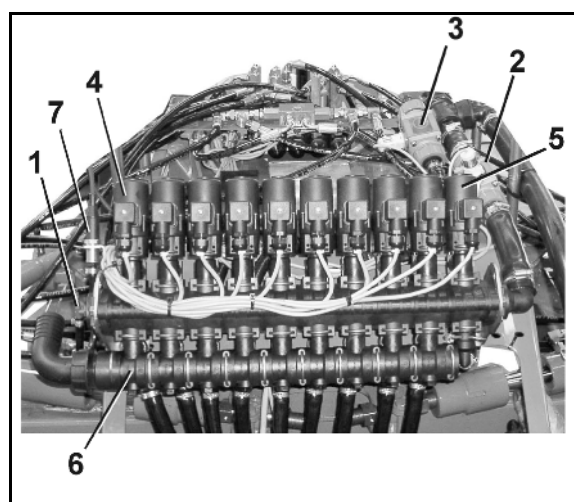

Fig. 99
| | (9) Armătură timonerie, vezi Fig. 99. |